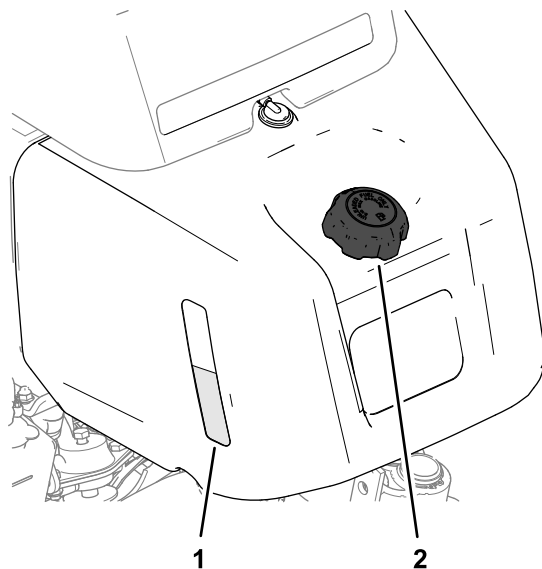
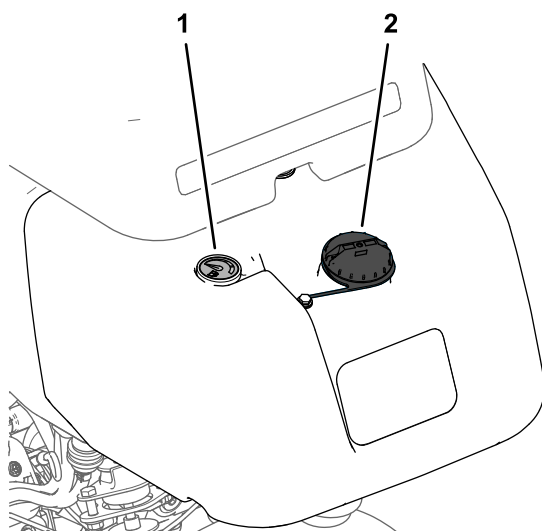

図 21
図 22
1. 燃料キャップの周囲をきれいに拭いてキャップを外す 図 21または 図 22。